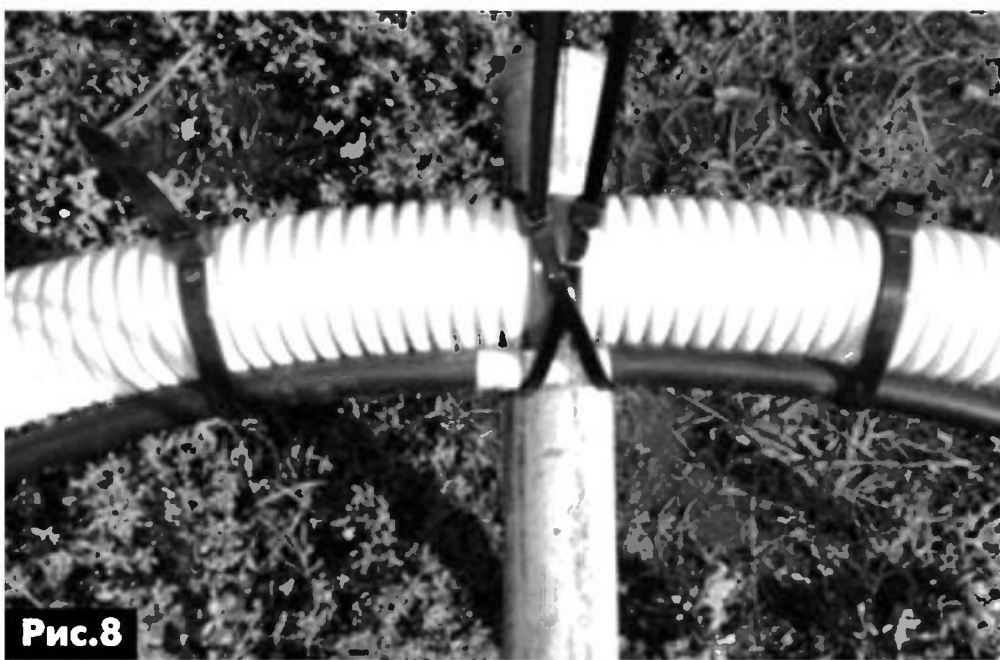

Рис.8
3. Верхушка мачты и точки симметрии рамки и петли связи должны совпадать, как показано на рис.8.
4. На одинаковом расстоянии (ориентировочно 7...8 см) влево и вправо от точек симметрии петля связи крепится к излучающей рамке с помощью кабельных стяжек (рис.8).